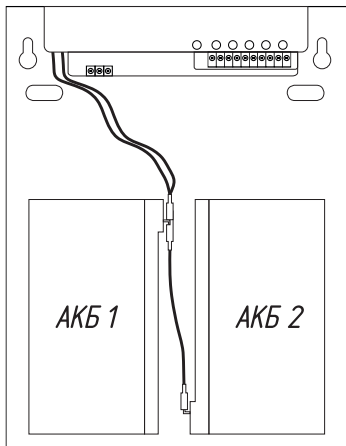

Рис.4
6) Подключить соединительные провода изолированными клеммами (5) к клеммам АКБ 2 (красный провод к клемме "+АКБ", чёрный провод к клемме "-АКБ").
8) Подключить плату БП к свободным контактам универсальных клемм в соответствии с маркировкой (красный провод к универсальной клемме "+АКБ", провод другого цвета к универсальной клемме "-АКБ") (Рис.4).